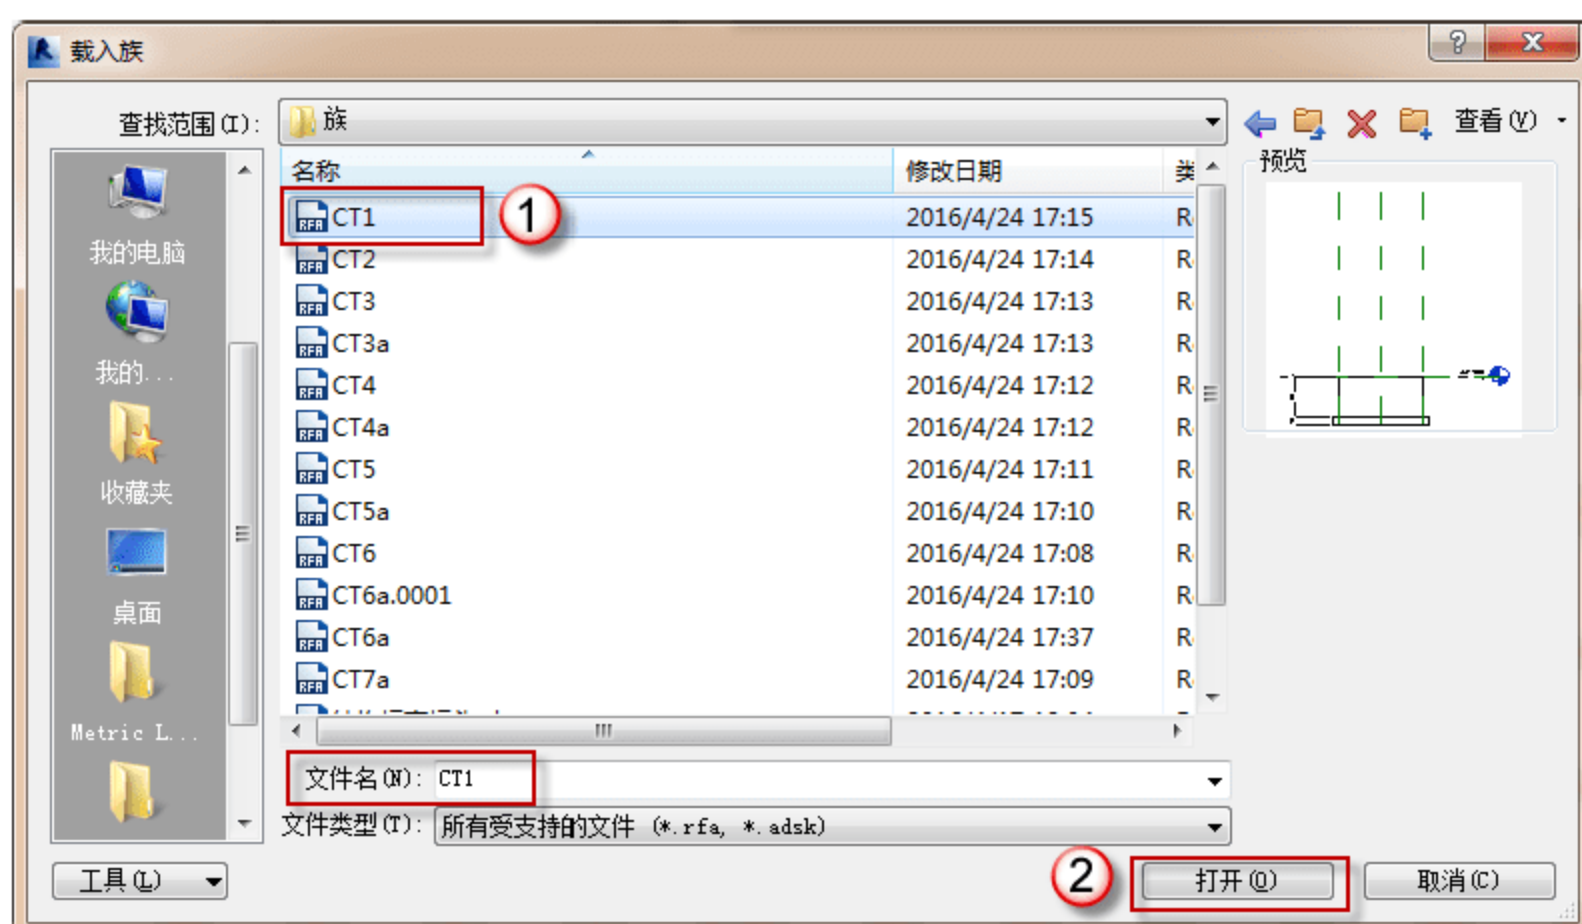

图 2.2.13 载入族
(10) 载入族。选择“插入”→“载入族”命令，在弹出的“载入族”对话框中选择 CT1.rfa 文件，如图 2.2.13 所示。以同样的方式导入其他承台族。